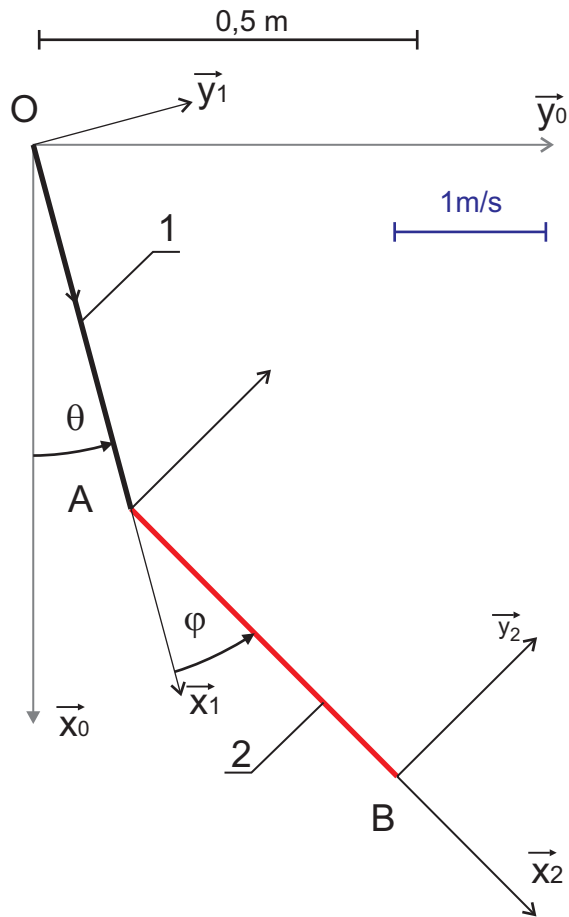

FIGURE 2 – La figure pour les constructions graphiques
- Q2** Sur la figure 2 ci-dessous, déterminer graphiquement la zone que peut atteindre le point B dans R_0 . On rappelle que par construction : $0 < \theta \leq \frac{\pi}{2}$ et $0 < \varphi \leq \frac{\pi}{2}$